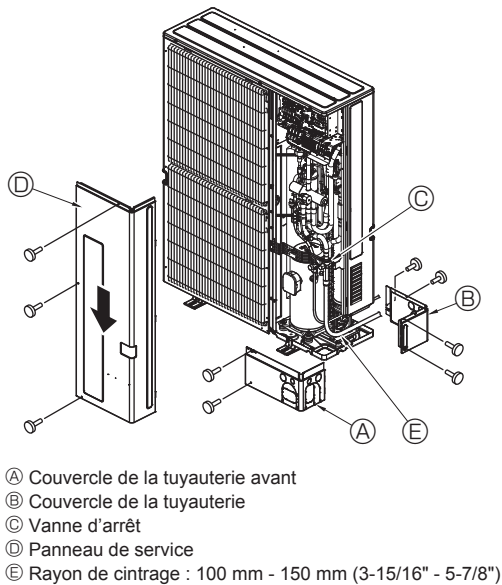

Fig. 5-7
5.6. Mise en place des tuyaux de réfrigérant (Fig. 5-7)